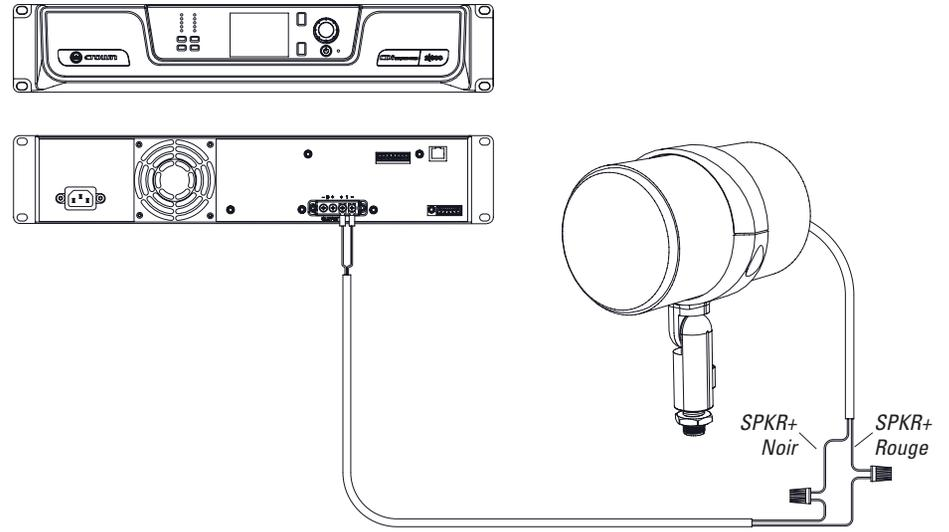

Figure 18
2. Connectez le fil rouge (+) du câble de raccordement d'entrée de l'enceinte au fil (+) de la sortie de l'amplificateur et le fil noir (-) du câble de raccordement d'entrée de l'enceinte au fil (-) de la sortie de l'amplificateur (voir la figure 18). Utilisez des connecteurs à sertir ou des dominos pour effectuer une connexion sûre. Pour une meilleure fiabilité, effectuez la connexion à l'intérieur d'une boîte de raccordement électrique étanche enterrée IP 65.